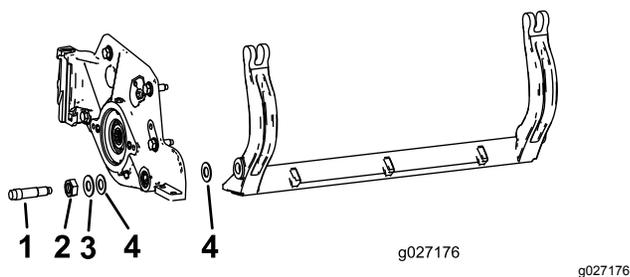

Figure 31
**Remarque:** Mettez de côté 2 rondelles en nylon et 1 rondelle en acier estampé à chaque extrémité de la barre d'appui (Figure 31).
**Remarque:** Placez une rondelle en nylon de chaque côté du bossage de la plaque latérale. Placez une rondelle en acier à l'extérieur de chaque rondelle en nylon (Figure 31).